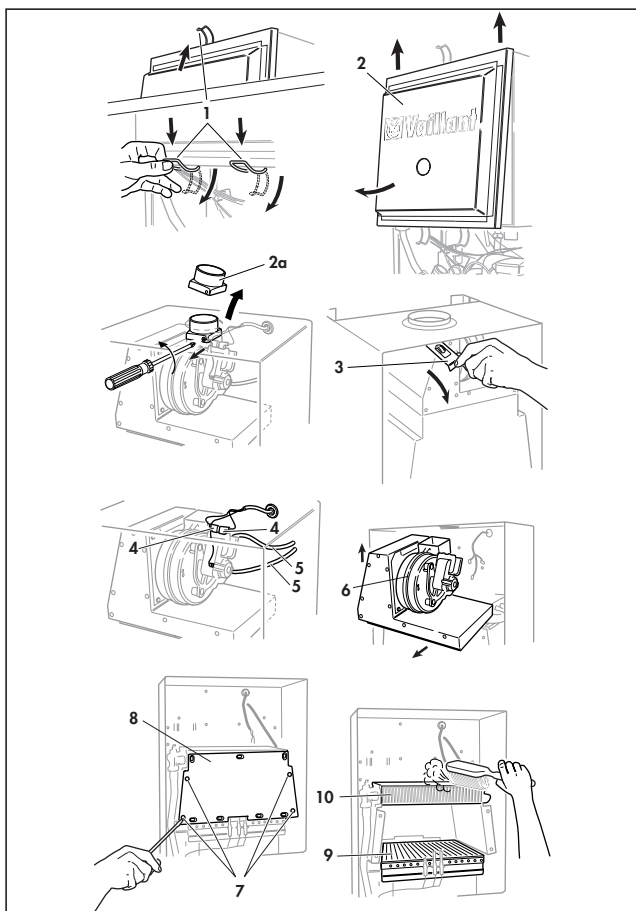
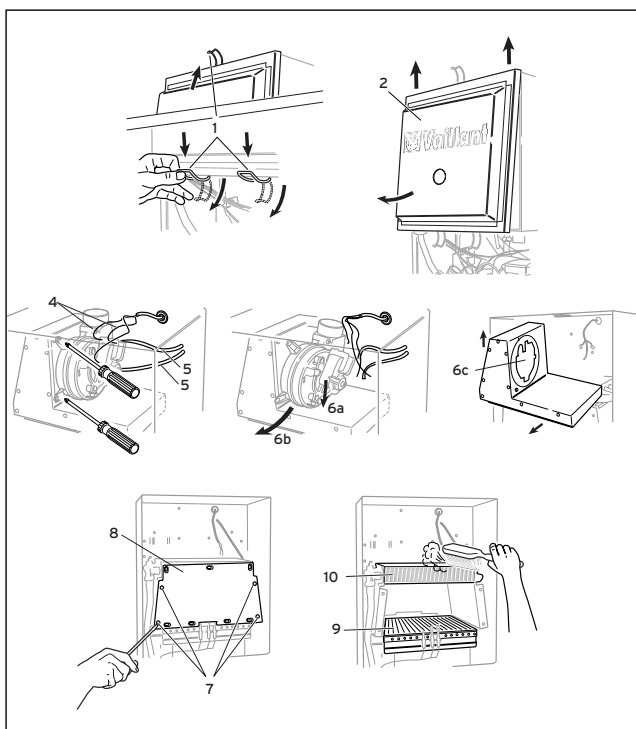

Fig. 7.1a: Pulizia del bruciatore e dello scambiatore di calore primario VM/VMW IT 322
Fig. 7.1b: Pulizia del bruciatore e dello scambiatore di calore primario VM/VMW 242 e 282
- Allentare i tre fermagli (1), rimuovere il coperchio della camera di combustione (2).
7.3.1 VM/VMW IT 322/2-5 (fig. 7.1a)
- Estraete la linguetta (3).
- Scollegate il cablaggio (4), i tubi del pressostato (5) dal ventilatore ed estraete tutto il blocco ventilatore (6).
- Svitare le quattro viti (7) ed asportate la lamiera frontale della camera di combustione (8).
- Controllate l'eventuale presenza di impurità sul bruciatore (9) e sulle lamelle dello scambiatore di calore (10) ed eventualmente eliminatele con una spazzola non metallica.
7.3.2 VM/VMW IT 242/2-5 e VM/VMW IT 282/2-5 (fig.7.1b)
- Scollegate il cablaggio (4), i tubi del pressostato (5) dal ventilatore e svitate le viti di fissaggio.